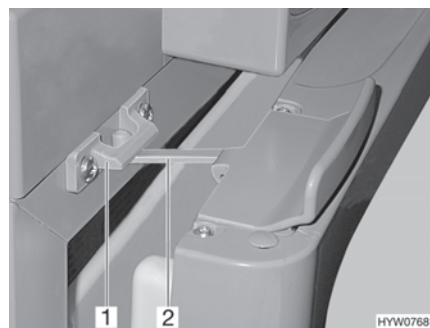

Fig. 139 Porta del frigorifero in posizione di ricircolo d'aria (Thetford)
- Aprire il bloccaggio (Fig. 139,2) e innestarlo nella sede di bloccaggio (Fig. 139,1). In questo modo la porta del frigorifero rimane ferma in posizione socchiusa.